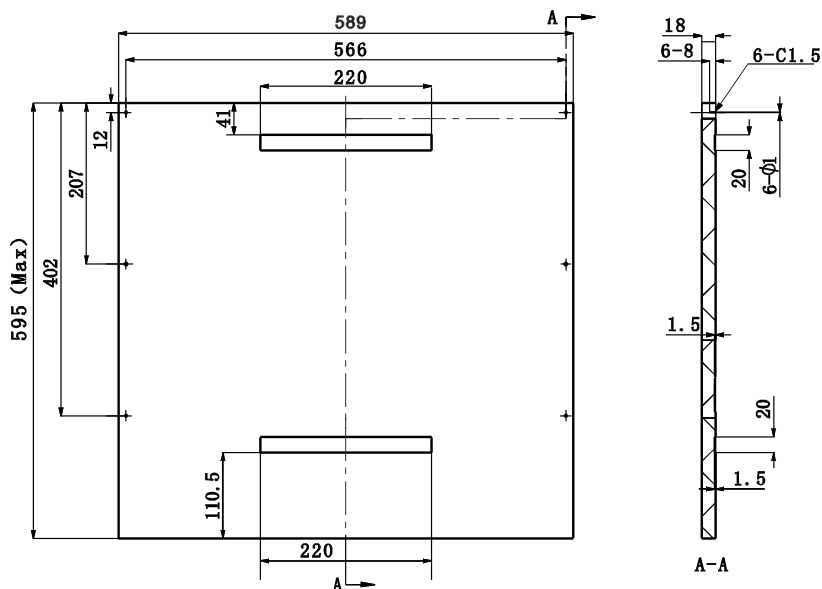

Рис. 3. SI 60 ENNA.
1. Декоративная деревянная панель, прикрепляемая к дверце посудомоечной машины, должна быть подготовлена в соответствии с чертежом, представленным на рис. 3.